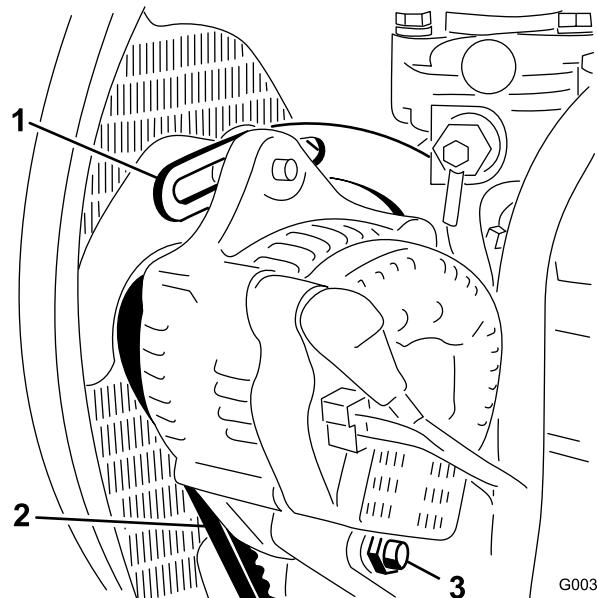

Figure 54
2. Contrôlez la tension de la courroie d'alternateur (Figure 54) en exerçant une force de 10 kg à mi-distance entre les poulies d'alternateur et de vilebrequin.
3. Desserrez le boulon de fixation du renfort au moteur (Figure 54), le boulon de fixation de l'alternateur au renfort et le boulon de pivot.